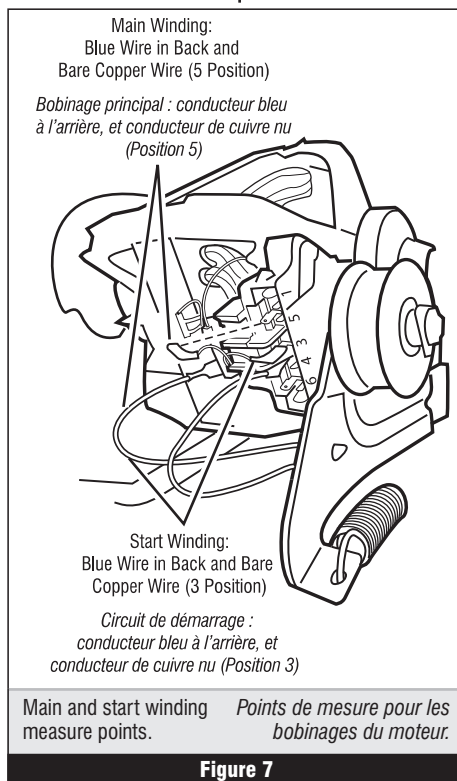

Figure 7
7. Remove the bare copper wire terminal from pin 5 of black drive motor switch. See figure 7.
8. Using figure 7, check for the resistance values of the motor's Main and Start winding coils as shown in the following table.
7. Débrancher le connecteur du conducteur de cuivre nu de la broche 5 du commutateur noir du moteur. Voir figure 7.
8. Consulter la figure 7, mesurer les valeurs de résistance des bobinages du moteur (bobinage principal et bobinage de démarrage). Voir le tableau suivant.